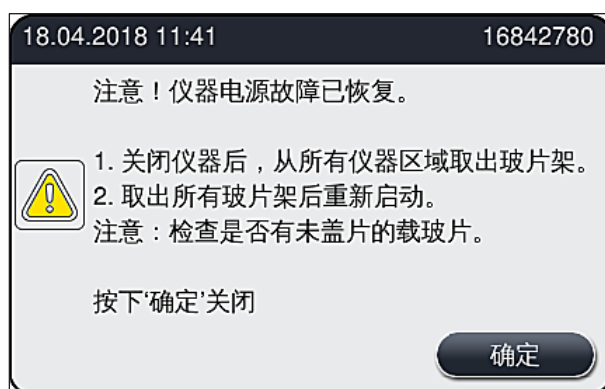

图 107
- 电源恢复后，仪器自动执行重启。屏幕上通过一条消息通知用户发生了电源故障(→ 图 107)，该事件将被输入到事件日志中。
① 电源恢复后，仪器自动重新启动。警告信号音响起，警告消息出现在显示屏上(→ 图 107)。
随后遵循消息中的说明 (→ 图 107)，并从仪器中取出载玻片。